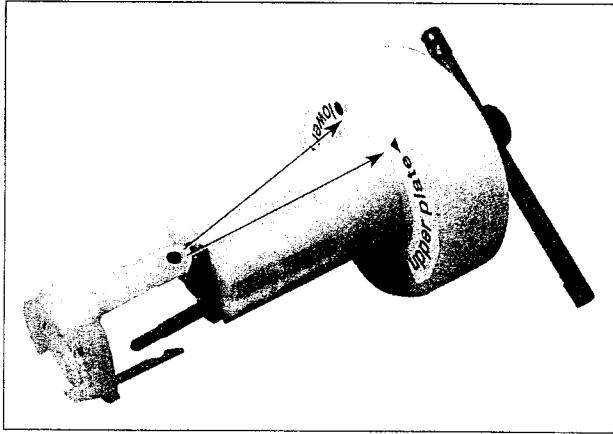

Abb. M3
- Referenzelement des Abziehwerkzeugs auf das Symbol ∇ ausrichten (Abb. M3) und oberes Klemmelement der Kopfscheibe entfernen (kurze Stifte).
- Zum Entfernen des unteren Klemmelements der Kopfscheibe (lange Stifte; siehe Abb. M3) das Referenzelement des Abziehwerkzeugs auf das Symbol \circ ausrichten. Hebel des Abziehwerkzeugs in Position "CLOSE"-bringen. Abziehwerkzeug durch die 3 Bohrungen auf das untere Klemmelement der Kopfscheibe aufsetzen, wobei die 3 Stifte gut in das Klemmelement eingreifen müssen. Klemmelement durch Drehen des Hebels um 90° lösen und die Kopfscheibe abziehen.